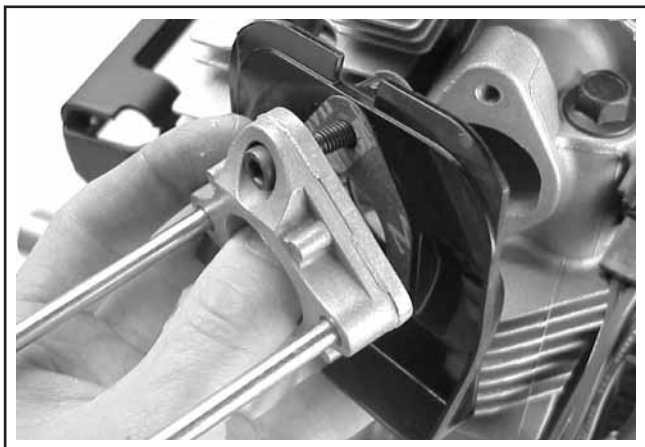

Figura 9-27. Retirar o Adaptador do Carburador e o Deflector de Aquecimento.
1. Retire o parafuso da tampa dupla da tomada que fixa o adaptador do carburador, as juntas e o deflector de aquecimento na cabeça do cilindro. Consulte a Figura 9-27.
2. Retire o adaptador do carburador, a protecção contra o aquecimento e as juntas do motor. Consulte a Figura 9-27.